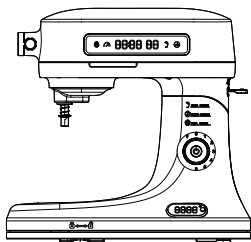
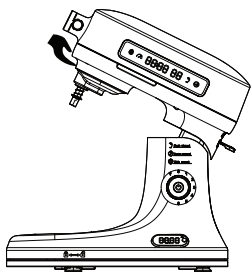

Abbildung 1
Abbildung 2
1.- Stellen Sie die Maschine in der Verpackung auf die Theke, halten Sie die obere Abdeckung mit der linken Hand fest und drücken Sie dann mit der rechten Hand die Öffnungstaste des Oberkörpers (Abbildung 1), der Oberkörper hebt sich automatisch, die linke Hand hält den Kopf leicht nach oben, bis Sie das Klickgeräusch hören, die Maschine ist vollständig geöffnet und verriegelt (Abbildung 2)